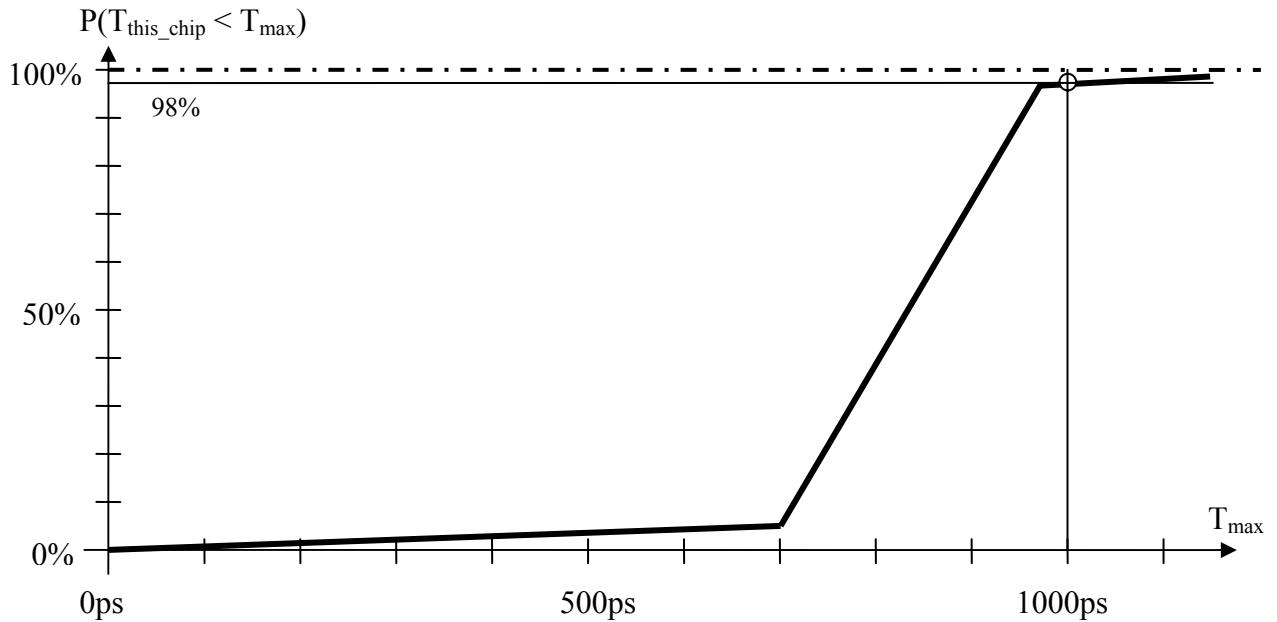

Abbildung 2.1
Gegeben sei ein CPU-Chip, der nominal bei 5V Versorgungsspannung, 25°C Umgebungs-temperatur und 1GHz arbeitet und dabei eine Die-Temperatur von 85°C erreicht. Abbildung 2.1 zeigt eine Näherung für die (kumulative) statistische Verteilung des Delays im kritischen Pfad, wie sie vom Hersteller ermittelt wurde. Wie man erkennt, ist das Design so ausgelegt, dass trotz der fertigungsbedingten Variationen 98% der gefertigten Chips funktionieren. Bei den restlichen 2% seien die Delays im kritischen Pfad (inklusive Setup/hold time) größer als die Periodendauer von 1000ps, sodass Probleme beim Timing auftreten. Diese Chips wurden beim Test ausgeschieden.
- Würde man den Chip um 25% höher takten – wie groß wäre dann der zulässige Delay? Wie hoch wäre damit nach Abbildung 2.1 der Prozentsatz der auszuscheidenden Chips?